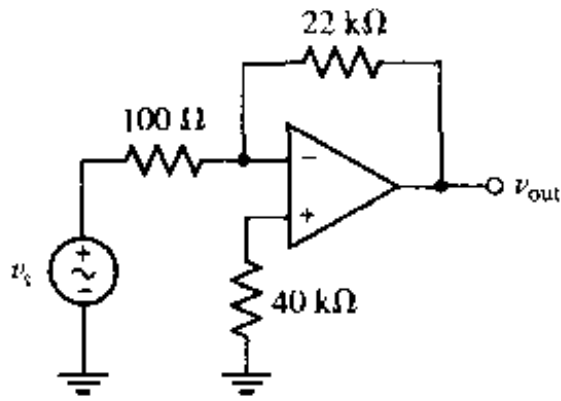

图 6.25
4. 对于图 6.25 所示电路, 求出以 v_i 表示的 v_{out} 表达式。